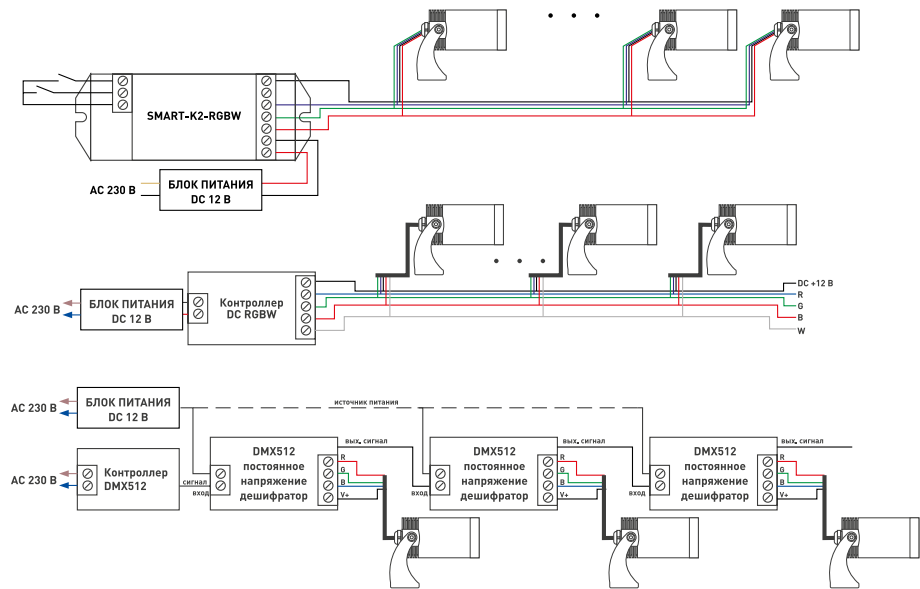

Рис. 2. Схемы подключения
- 3.3. Присоедините провода питания светильника к контроллеру ШИМ. Соблюдайте порядок подключения и маркировку проводов: черный — общий +12 В, красный — канал «R» –12 В, зеленый — канал «G» –12 В, синий — канал «B» –12 В, белый — канал «W» –12 В, (см. рис. 2).